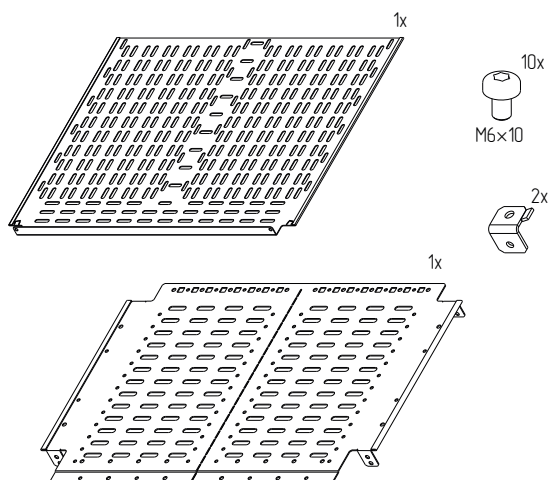

Рисунок 152
4.50.2 Проверить комплектность (рисунок 152).